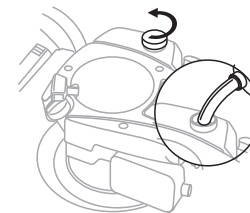

Fig. 5
1. Llena el motor con gasolina sin plomo nueva, limpia y normal con un mínimo de 87 octanos. También se puede usar gasolina con hasta un 10% de etanol "E10". Llena el tanque de combustible hasta el fondo del cuello de llenado del tanque. **NO LO LLENES EN EXCESO.** (Fig.5)